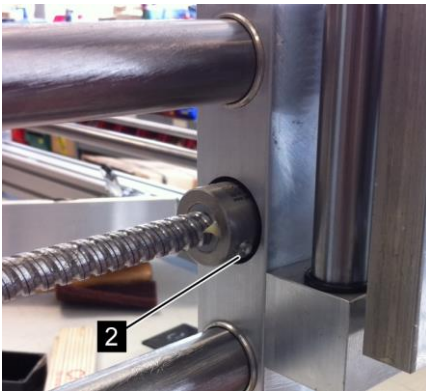

Abb. 32: Kugelumlaufspindel Y-Achse
8. Fettpresse mit hellem Lagerfett auf die Fettbohrung der Kugelumlaufmutter Y-Achse (Abb. 32/2) setzen.